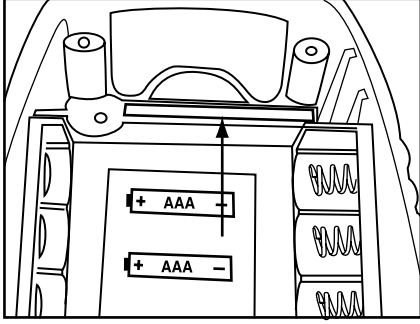

Fig. 38
- 5. Vérifier que la bande zébrée est en place (Fig. 38). Placer l'ensemble de capteurs de rechange dans l'instrument et remettre les vis.